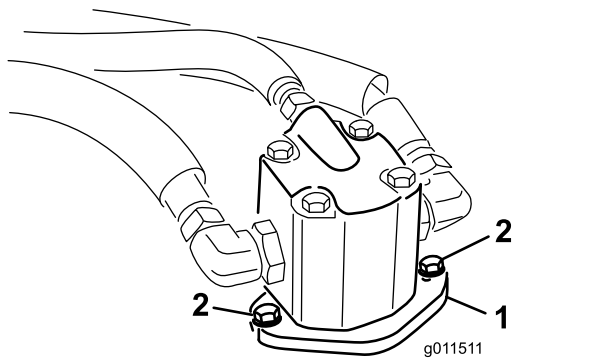

Bild 95
- Entfernen Sie die Schrauben, mit denen der Hydraulikmotor am Mähwerk befestigt ist (Bild 95).